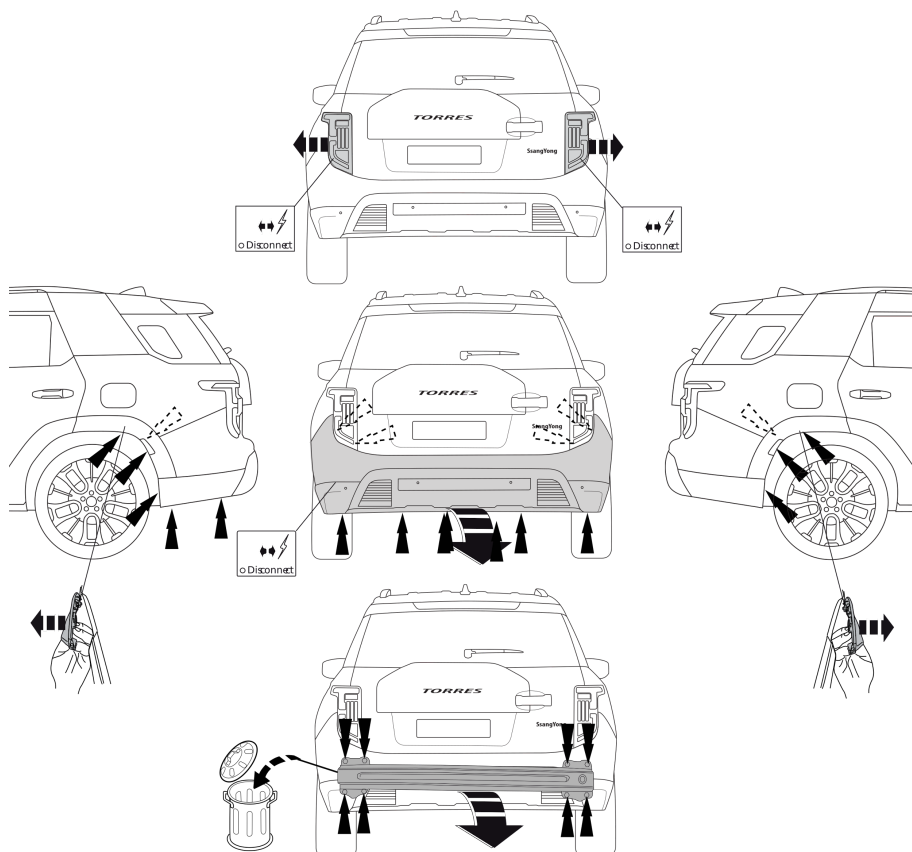

Fig. 1
1. Die Rücklichter abmontieren. Die Stoßstange einschließlich den Stoßbalkens vom Fahrzeug abmontieren. Der Stoßbalken wird nicht mehr benötigt. Siehe Abbildung 1.